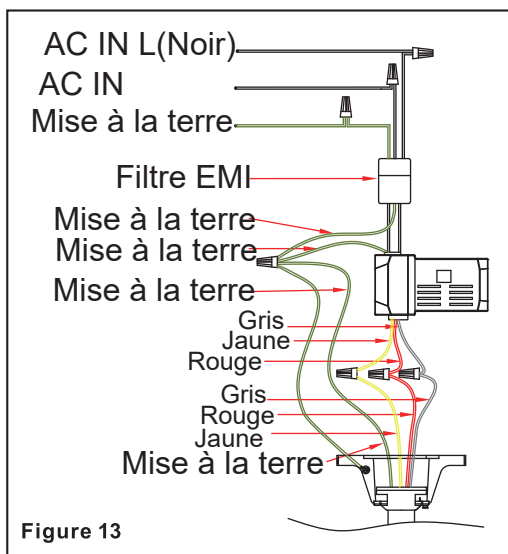

Figure 13
Étape 1. Connectez les fils verts du filtre EMI et les pièces connexes selon le schéma de câblage, comme indiqué à la Figure 13, assurez-vous que le filtre EMI est correctement installé dans la boîte de sortie.
Étape 3. Connexions électriques du moteur au récepteur : Connectez le fil gris du ventilateur au fil gris du récepteur. Connectez le fil rouge du ventilateur au fil rouge du ventilateur. Connectez le fil jaune du ventilateur au fil jaune du récepteur. (Fig.13)
Étape 4. Connexions électriques du récepteur aux fils d'alimentation de la maison: Connectez le fil noir (chaud) du plafond au fil noir marqué « AC IN L » du Récepteur. Connectez le fil blanc (neutre) du plafond au fil blanc marqué "AC IN N" du récepteur. (Fig.13)